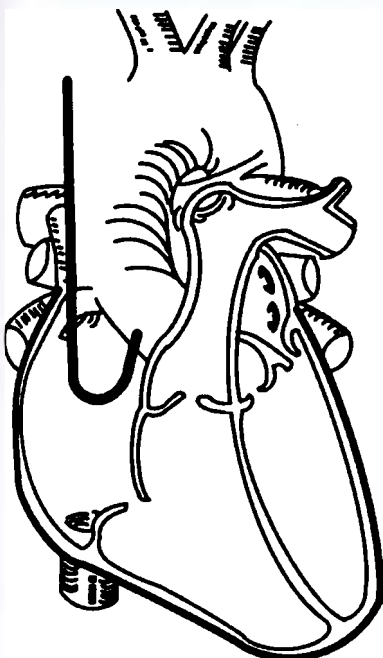

Рисунок 6. Расположение в предсердии
3. Для установки предварительно изогнутого предсердного J-образного электрода держите стилет неподвижно и продвигайте под рентгеноскопическим контролем электрод до тех пор, пока его кончик не войдет в ушко предсердия и не закрепится в нем (Рисунок 6 Расположение в предсердии на странице 20).